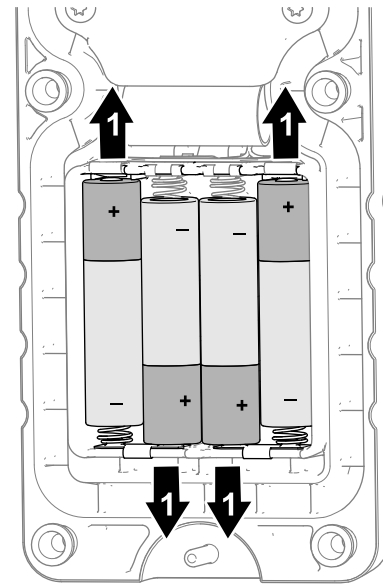

図 53
3. 電池の極性を図 53 のようにして、新しい電池を電池ケースにセットする。
**注** 電池ケースには正極を示すマーク 図 53 が付いています。極性を間違えるとケースと電池との接触部が変形する恐れがありますので注意してください。極性を間違えても機械が故障することはありませんが、ハンドヘルドリモートは動作しません。